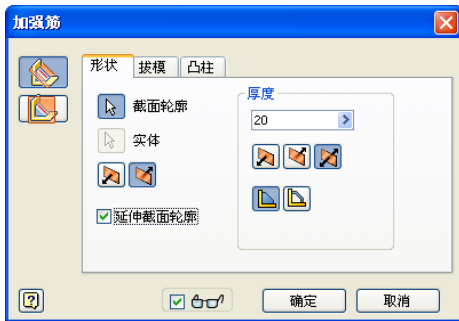

图 3-60 “加强筋”对话框
(2) 回到零件特征环境下，单击【模型】标签栏内【创建】面板上的【加强筋】工具按钮，则打开的【加强筋】对话框如图 3-60 所示。